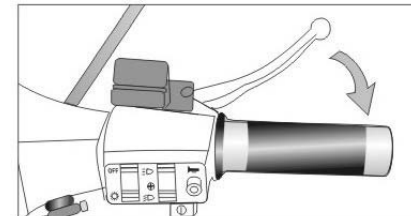

Abb. 17
5.2 **Vorderradbremse:** Wirkt auf das Vorderrad. Den Bremshebel mit der Hand zum Gasgriff drücken, um die Bremse zu betätigen (Abb. 17).